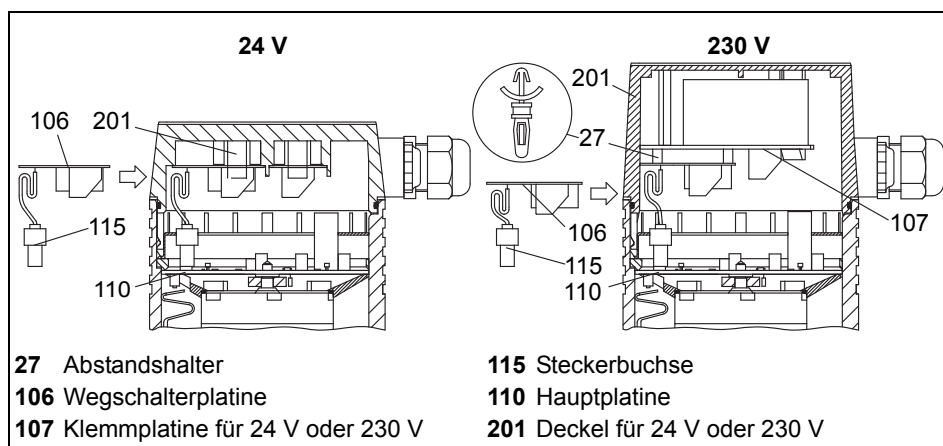

Bild 11 Einbau der Wegschalterplatine im Deckel
- 2 **24 V:** Wegschalterplatine (106) in die Rasthaken des Deckels (201) einklipsen *Bild 11* auf Seite 19.
- 3 **230 V:** Wegschalterplatine (106) auf die drei Abstandshalter (27) der Klemmplatine (107) drücken.